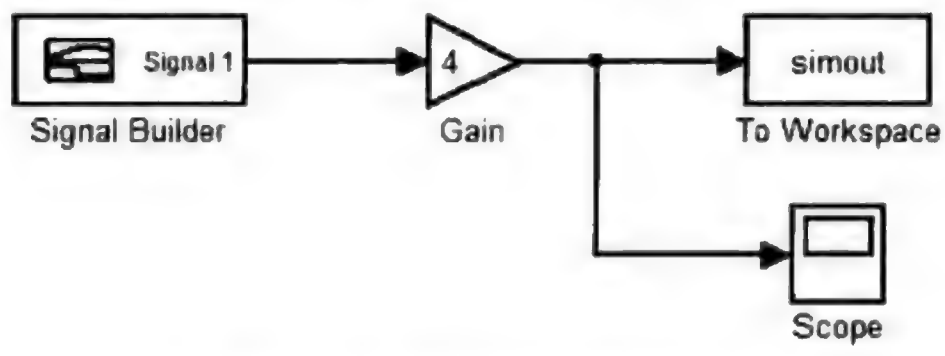

图 2.2.49 向工作空间传递数据
(3) 向模型中添加 gain 模块和 scope 模块,并按图 2.2.49 连接模块。